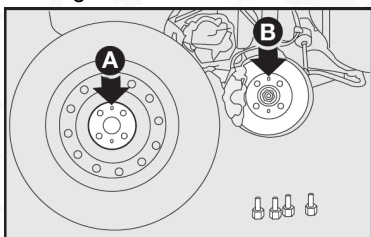

fig. 7
6) Monte la rueda de refacción, de manera que los tornillos B-fig. 7 coincidan con los orificios A-fig. 7.